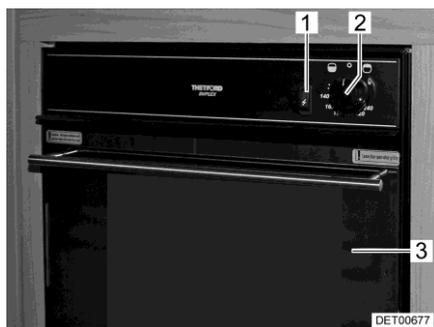
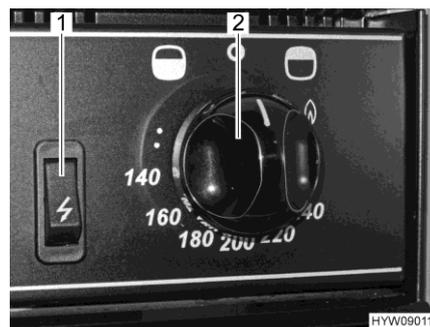

Fig. 123 Horno de gas con grill
Fig. 124 Elementos de mando (horno de gas con grill)
- Abrir la puerta del horno (Fig. 123,3) completamente.
- Pulsar y girar el regulador giratorio (Fig. 123,2 y Fig. 124,2) en sentido contrario a las agujas del reloj (en dirección del símbolo de horno "☼"), al ajuste máximo.
- Presionar el regulador giratorio (Fig. 123,2 y Fig. 124,2) y mantenerlo presionado por 5 a 10 segundos. El gas circula hacia el quemador.
- Presionar el interruptor de encendido (Fig. 123,1 y Fig. 124,1) tanto tiempo como sea necesario para que arda la llama.
- Pulsar y girar el regulador giratorio (Fig. 123,2 y Fig. 124,2) en sentido de las agujas del reloj (en dirección del símbolo de grill "☼"), al símbolo de llama.
- Girar el regulador giratorio (Fig. 123,2 y Fig. 124,2) a "0". La llama se apaga.